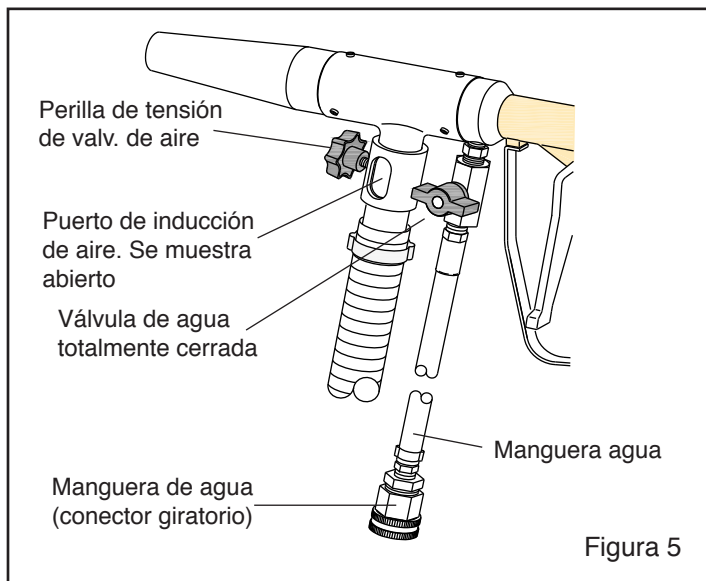

Figura 5
3.2 Conexión de Agua (Modelo H20), Figura 5